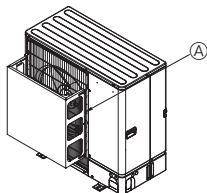

Fig. 2-5
- ② Ja iekārta ir uzstādīta vietā, kur gaisa izplūdes atverē var iekļūt spēcīgs vējš, ko izraisa viesuļvētra utt., aprīkojiet iekārtu ar izvēles gaisa vadotni. (Fig. 2-5)